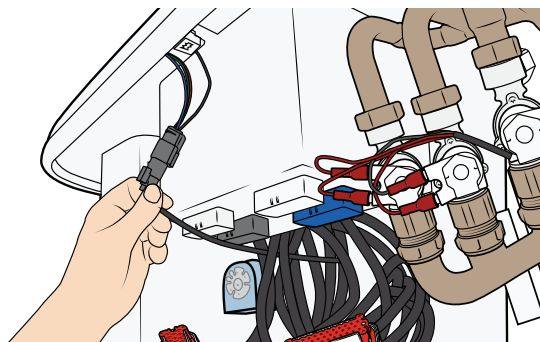

Figure 29
11. Si l'éclairage d'ambiance est disponible, déconnectez le connecteur de l'éclairage d'ambiance. Voir Figure 29.